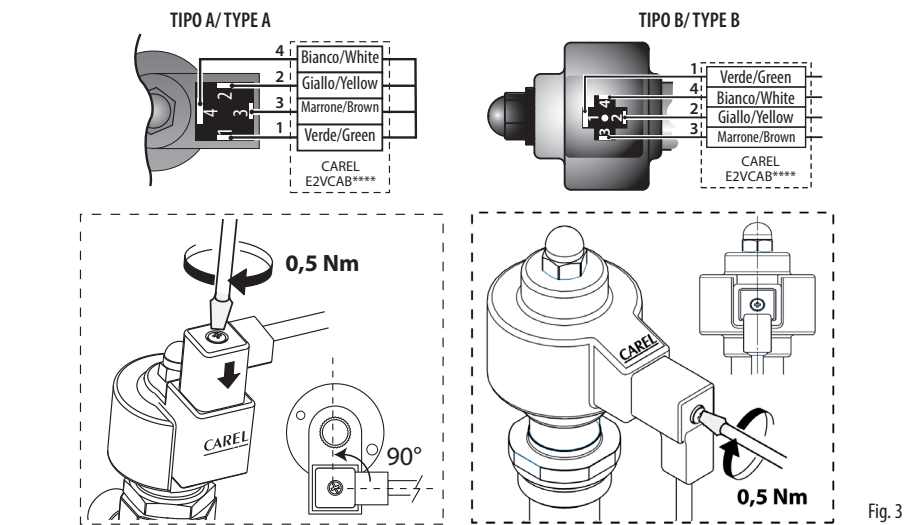

Fig. 3
- collegare il connettore già cablato al motore passo passo nel relativo alloggiamento e serrare la vite con coppia di serraggio 0,5 Nm seguendo le indicazioni in Fig.3. Collegare a questo punto l'estremità quadripolare del cavo nei relativi morsetti del Driver CAREL EVD*** o relativo controllo omologato CAREL ed impostare i parametri secondo il set riportato nella tabella sottostante.
- Connect the pre-wired connector to the socket on the stepper motor and tighten the screw, applying a force of around 0.5 Nm, following the instructions shown in Fig. 3. Then connect the four-pin end of the cable to the corresponding terminals on the CAREL EVD*** driver or other approved CAREL controller, and set the parameters according to the values shown in the table below.